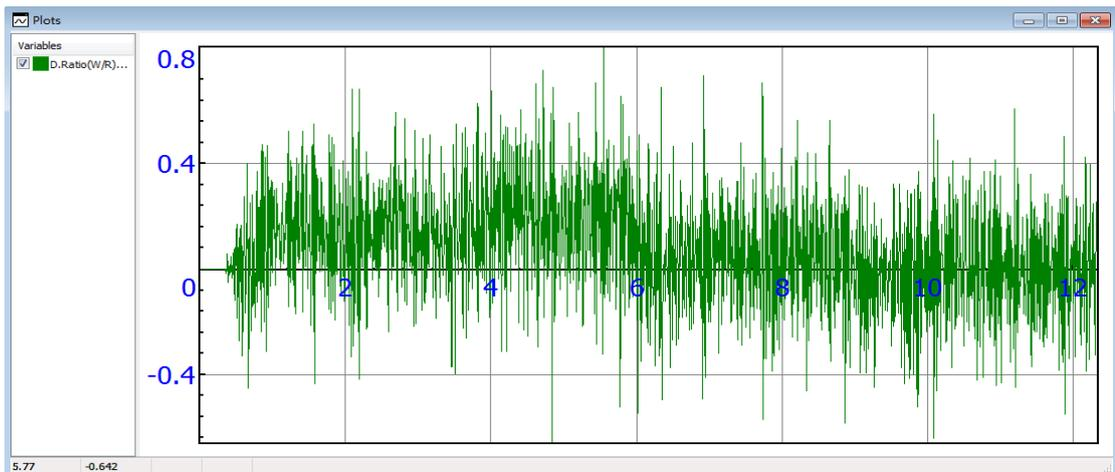

图 012-1 需处理的数据
1、选择需要滤波的数据，拖入一个绘图窗口，如图 012-1；